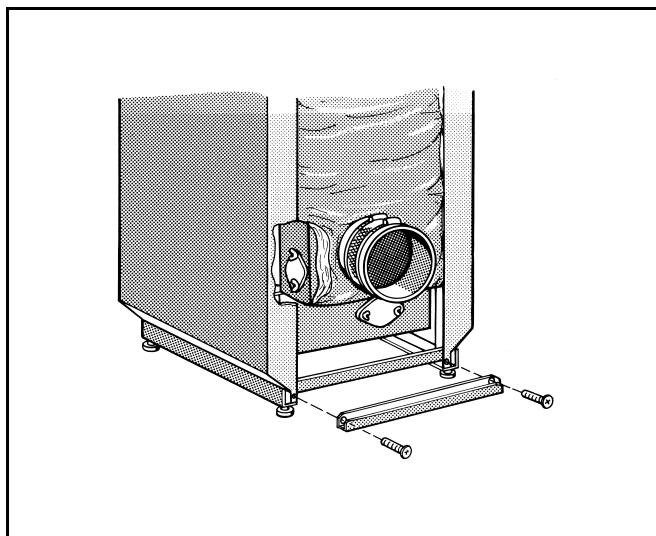

Fig. 26
- Avvitare la traversa anteriore, sotto a destra e sinistra, con viti autofilettanti, alla piegatura delle pareti laterali (fig. 26).
Prestare attenzione all'apertura di pulizia nel collettore dei gas di scarico (fig. 26).